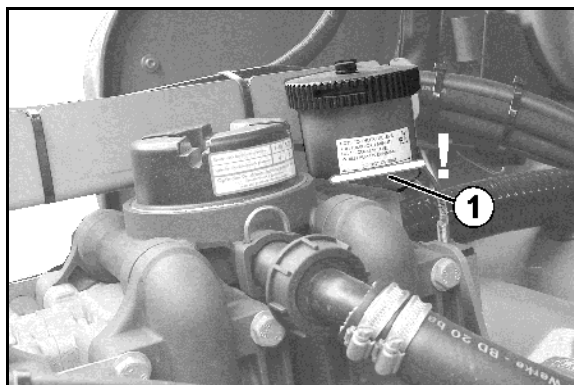

Bild 195
2. Blås ur förångaren (Bild 195/2) och varmvattnelementet (Bild 195/3) med tryckluft (max 5 bar).
3. Byt ut skadade tätningar (Bild 195/1) under locket.